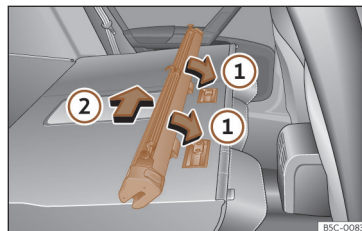

Fig. 183 Montar a rede de separação nos encostos do banco traseiro.
- Coloque a carcaça da rede nos rebaixos das calhas de fixação no sentido das setas >>> **Fig. 183** ①.
- Empurre a carcaça para o lado esquerdo do veículo no sentido da seta >>> **Fig. 183** ② e até ao limite.
- Puxe da carcaça da rede aproximadamente 5 cm no sentido contrário da seta >>> **Fig. 183 ②**.
- Retire a carcaça das calhas de fixação puxando no sentido contrário ao das setas >>> **Fig. 183 ①**.